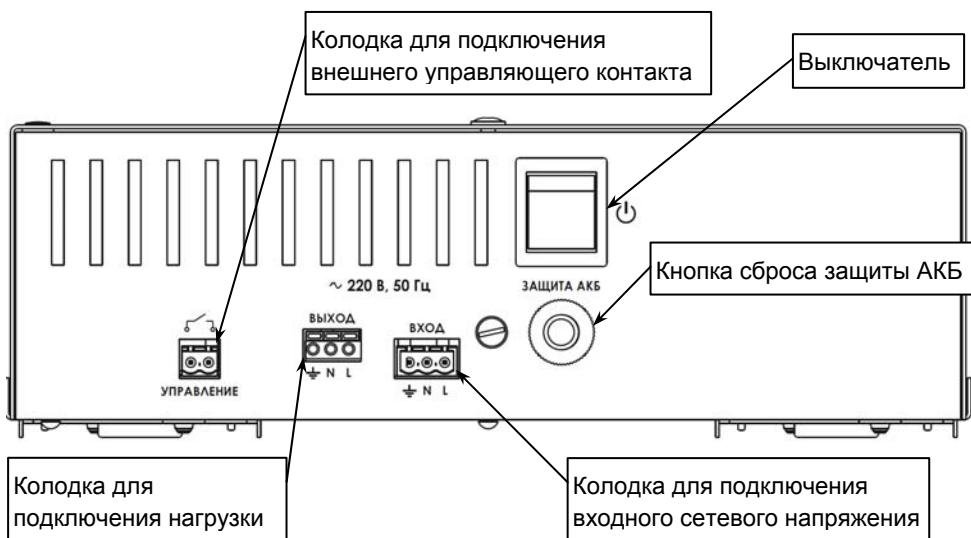
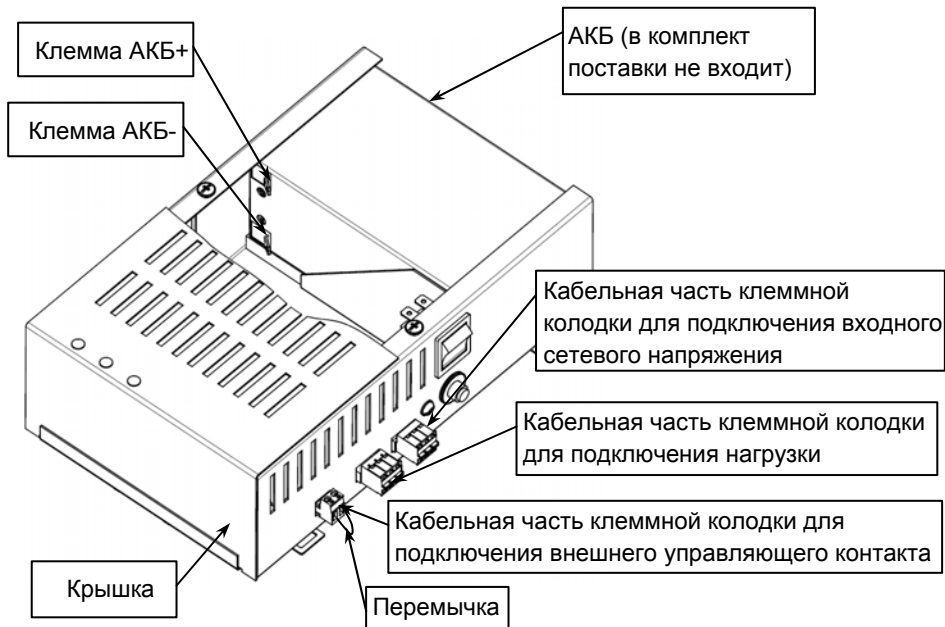

Рисунок 2- вид изделия со стороны подключения
Рисунок 3 — расположение АКБ и кабельных частей колодок
Включение изделия осуществляется выключателем  (см. рисунок 2). Клеммы колодки «УПРАВЛЕНИЕ» должны быть замкнуты внешним управляющим контактом или перемычкой (см. рисунок 3). После включения, изделие в течении 20 секунд тестирует состояние входного сетевого напряжения, индикатор «РЕЗЕРВ» светится. Если уровень сетевого напряжения находится в допустимом диапазоне, изделие подключает нагрузку к источнику сетевого напряжения, индикатор «РЕЗЕРВ» гаснет, индикатор «ОСНОВНОЙ» включается. В противном случае изделие питает нагрузку от АКБ (режим «РЕЗЕРВ»).
- открыть корпус изделия, сняв крышку и разместить в нем АКБ (см. рисунок 3);
- подсоединить к кабельной части разъемной колодки «УПРАВЛЕНИЕ» провода для подключения внешнего управляющего контакта или проводную перемычку (см. рисунок 3);
- Включить изделие выключателем (см. рисунок 2).
Включить изделие выключателем. Изделие выполнит те же действия, что и при работе от сети, за исключением того, что питание нагрузок осуществляется от АКБ. Изделие сразу перейдет в режим «РЕЗЕРВ», индикатор «РЕЗЕРВ» включится (см. рисунок 2).
Изделие включается только в режиме «ОСНОВНОЙ»	Сработала защита изделия по цепи АКБ. Нажать кнопку «ЗАЩИТА» (см. рисунок 2).